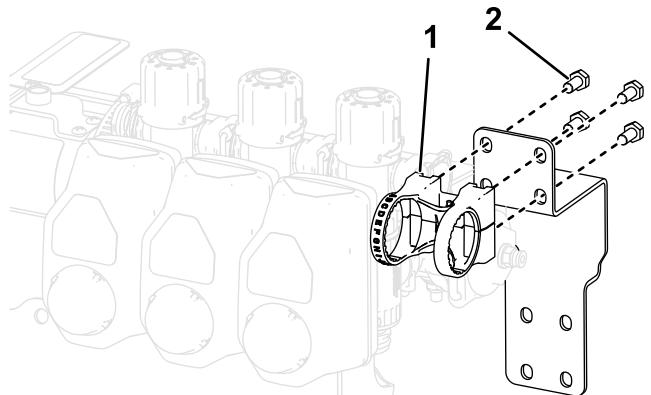

图 28
6. 用 4 个螺丝 (M6) 将控制阀总成安装到控制阀支架顶部如 图 28 所示。